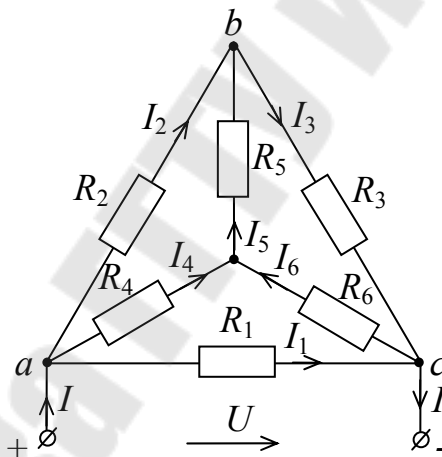

Рис. 1.4
1.3.2. В электрической цепи рис. 1.4 заданы напряжение источника $U = 20 \text{ В}$ и сопротивления резисторов $R_1 = 4 \text{ Ом}$; $R_2 = 1 \text{ Ом}$; $R_3 = 1 \text{ Ом}$; $R_4 = 2 \text{ Ом}$; $R_5 = 4 \text{ Ом}$; $R_6 = 5 \text{ Ом}$. Определить токи в ветвях. Правильность расчета токов проверить составлением баланса мощностей.
Из рис. 1.4 следует, что ток I в неразветвленной части цепи
Из рис. 1.4 находим $I_2 = \frac{U_{ab}}{R_2} = \frac{9,6}{1} = 9,6 \text{ А;}$